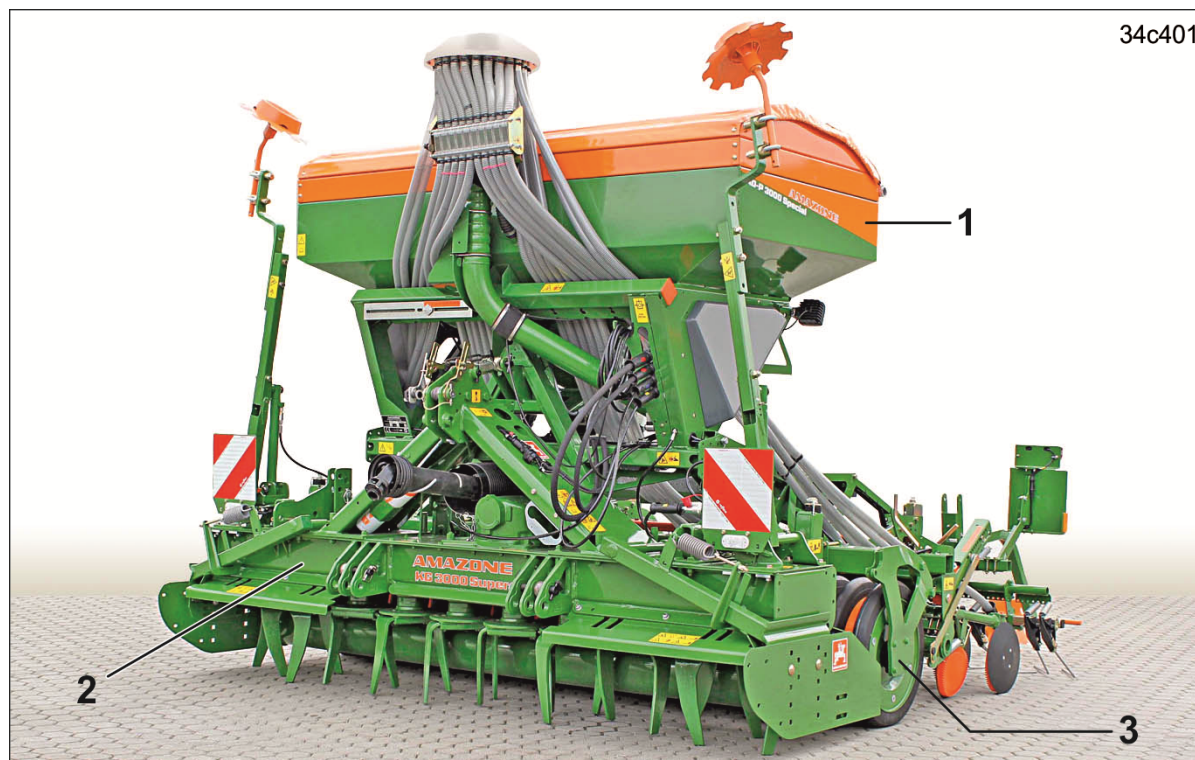

图 24
该气动穴播型播种机AD-P 30/35/4000 SPECIAL (图 24/1) 可作为带土壤耕作机的联合播种机的一部分使用。
- AMAZONE旋耕机 (图 24/2)
- AMAZONE锥形环轧辊KW (图 24/3)
划行器（图 24/8）在拖拉机的中心标记出田地连续行程。